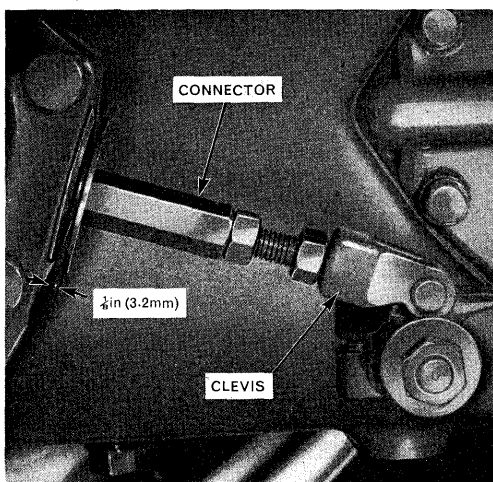

Fig. 35.
1. Pedalerne skal være i neutral stilling. Løsn låsemøtrikken ved forbindelsesstykket (Connector fig. 35), og drej dette således at skiven får en afstand fra pakdåsen på ca. 3 mm - fig. 35. Spænd igen låsemøtrikken.